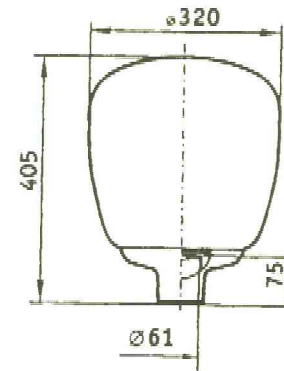

Рис. 1
1.1. Светильники – встраиваемые серии РТУ06-125-020 У1 «Икар», РТУ06-125-021 У1 «Икар» (рис.1) с разрядными лампами высокого давления предназначены для функционально-декоративного освещения скверов, парков, бульваров.